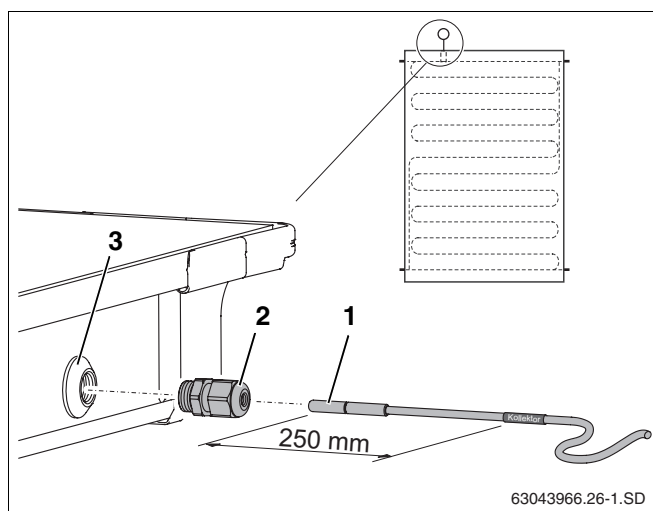

Fig. 54 Inserimento della sonda del collettore nel collettore
Per una perfetta efficienza dell'impianto solare è necessario infilare completamente la sonda del collettore (fig. 54, **pos. 1**) nel pozzetto per la sonda fino all'arresto (ovvero per ca. 250 mm).
- ▶ Perforare la membrana isolante del pozzetto della sonda del collettore (fig. 54, **pos. 3**) con la sonda stessa o con un cacciavite.
- ▶ Avvitare il raccordo a bicono (fig. 54, **pos. 2**) nel pozzetto della sonda.
- ▶ Serrare a fondo il filetto nel pozzetto e il dado sulla sonda (fig. 54, **pos. 2**).
Se per errore è stato perforato il pozzetto di un collettore sbagliato, tale pozzetto dovrà essere chiuso con il tappo del kit di allacciamento. Prima è necessario rimuovere il filetto femmina situato dentro il pozzetto con l'ausilio del dado a bicono (fig. 54, **pos. 2**).